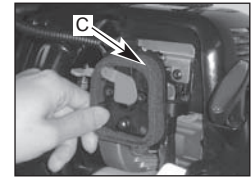

Fig. 21
1. Verwijder de dop (A) die de filter op zijn plaats houdt. Verwijder het deksel (B) en haal de filter (C) uit de luchtbox (fig. 20 en fig. 21).